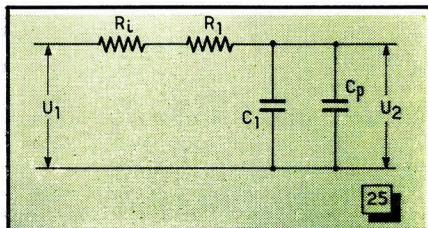

Fig. 25. — Schéma équivalent d'un circuit intégrateur réel, compte tenu des différents éléments « parasites ».
6. — Dans le cas d'une cellule « intégrante », les éléments parasites tels que R_1 et C_p (fig. 25) agissent beaucoup moins, car, R_1 se trouve en série avec R_2 , tandis que C_p , toujours beaucoup plus faible que C_1 , se place en